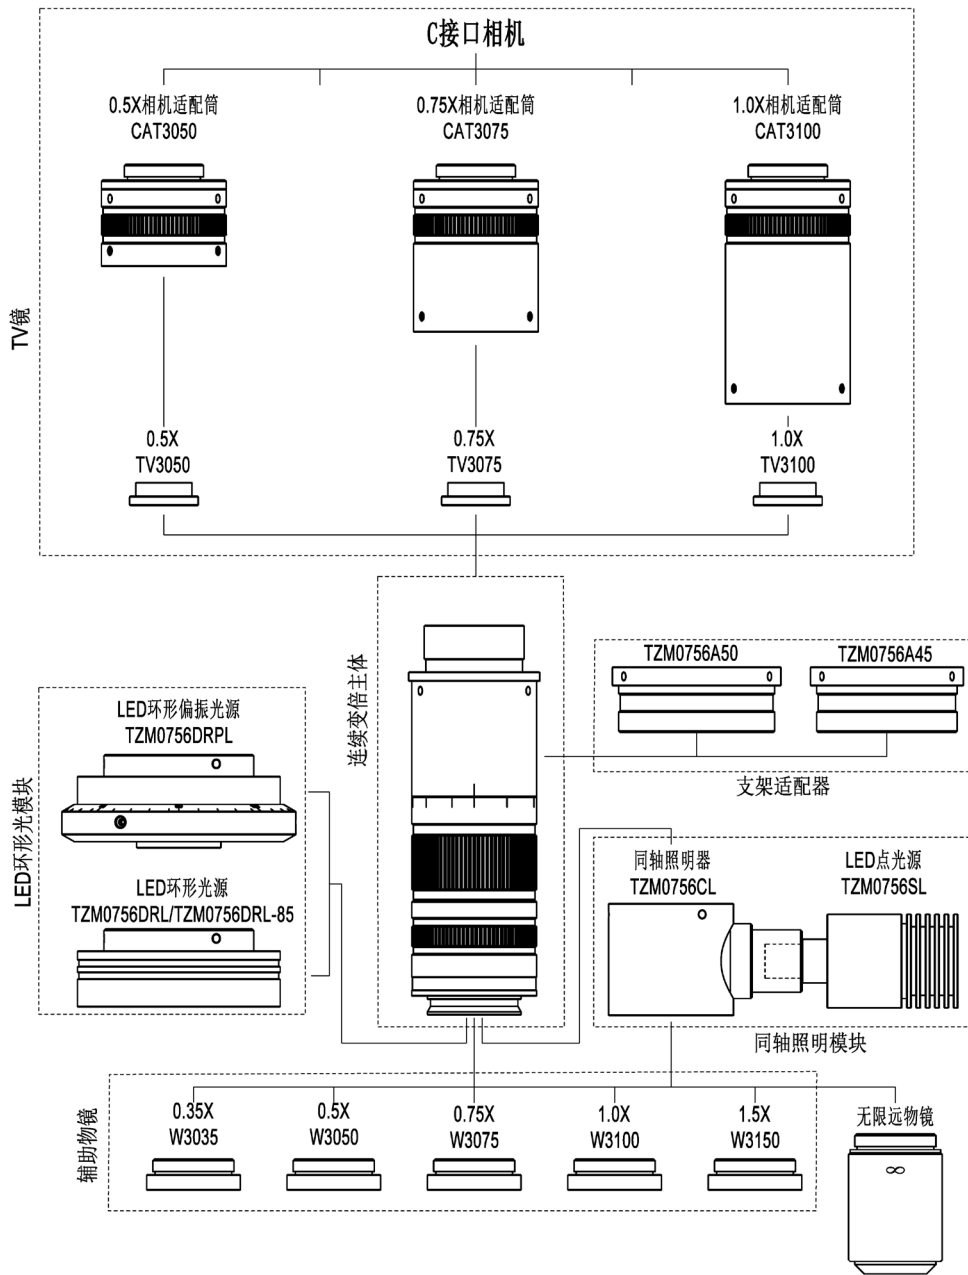

图 12 TZM0880 系列 MZO 的五大模块配置图
**TZM0880** 系列 MZO 五大模块配置图如图 12 所示，用户可以直接根据下图配置自己需要的 **TZM0880** MZO。**TZM0880** 系列 MZO 搭配相机模块（可选）即可组成数码用连续变倍显微镜系统。